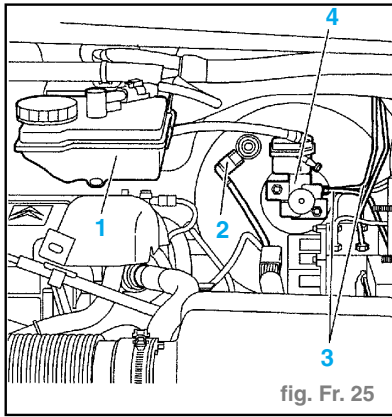

fig. Fr. 25
- Déclipser le réservoir de liquide de frein (1) de son support. (fig. Fr. 25)